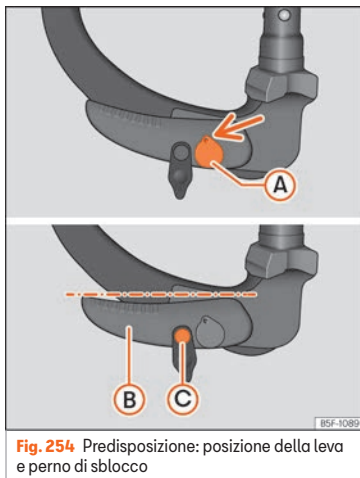

Fig. 254 Predisposizione: posizione della leva e perno di sblocco
- La chiave (A) » » fig. 254 è nella posizione di sblocco (la parte bucata della chiave è rivolta verso l'alto).
- La leva (B) » » fig. 254 è in posizione inferiore.
- Il perno di sblocco può essere mosso (C) » » fig. 254.